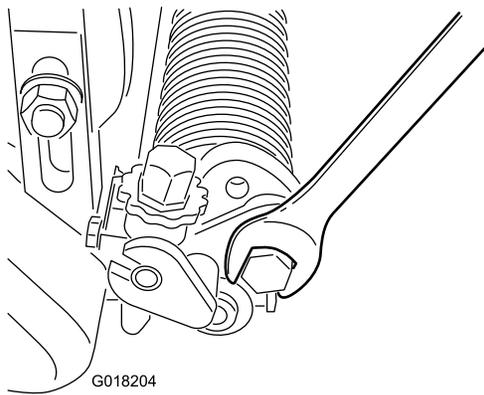

Figure 20
- A. Desserrez les boulons sur les bras gauche et droit du groomer (Figure 20).
- C. Serrez les boulons pour fixer le réglage (Figure 20).